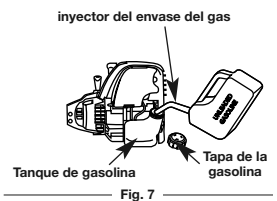

Fig. 7
Su unidad trae una botella de aceite SAE 30 SF, SG, SH de 90 ml (3,04 onzas fluidas) (Fig. 7).
- Desenrosque la tapa de la botella de aceite y retire el sello de papel que cubre la apertura. Vuelva a colocar la tapa. Corte la punta de la boquilla del embudo (Fig. 7).